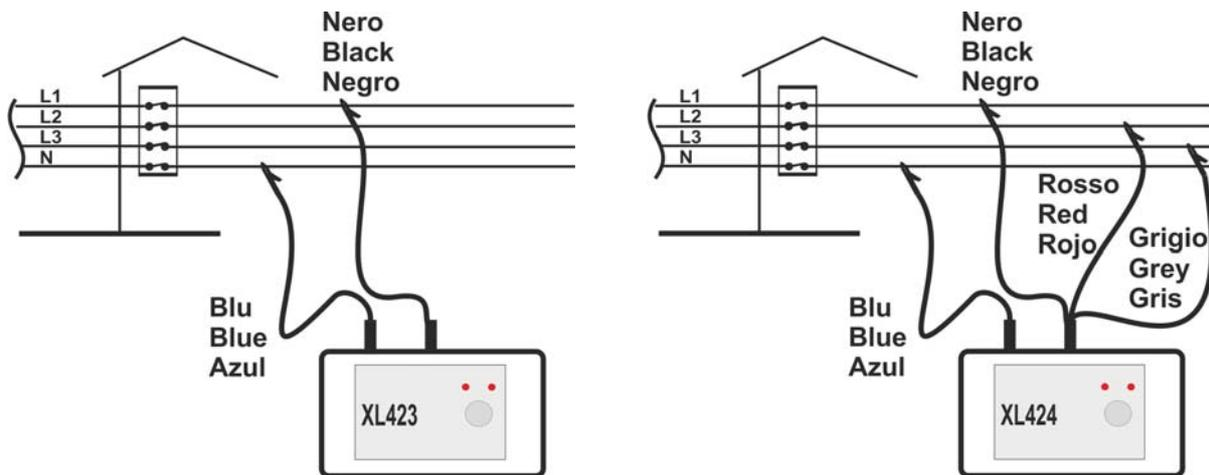

Fig. 3: Collegamento dello strumento in un sistema Trifase 4-fili
3. Collegare i terminali a coccodrillo all'impianto rispettando le connessioni indicate in Fig. 3.